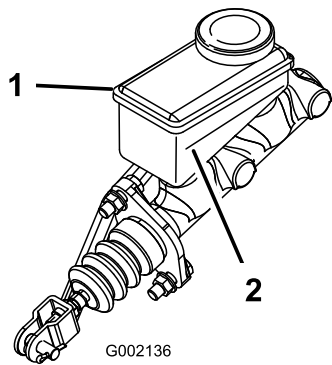

Figure 16
- Observez le repère de niveau sur le côté du réservoir (Figure 16).
- B. Versez du liquide de frein DOT 3 dans le réservoir jusqu'à ce que le niveau dépasse le repère minimum (Figure 16).
5. Placez l'obturateur en caoutchouc au sommet du tableau de bord (Figure 16).